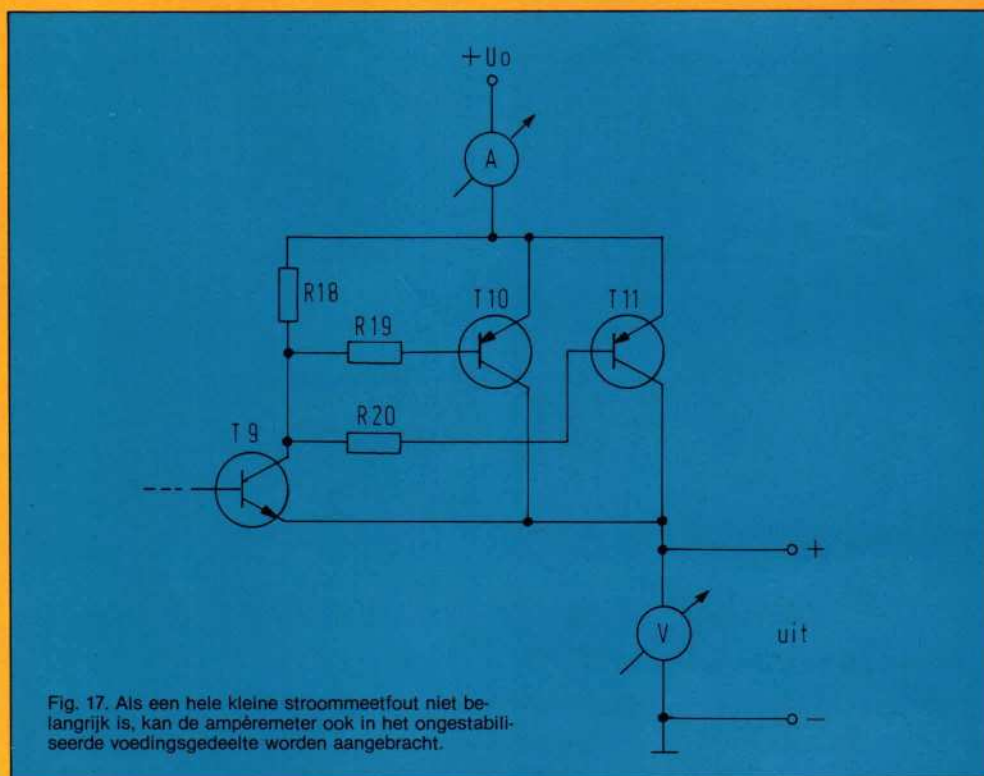

Fig. 17. Als een hele kleine stroommeetfout niet belangrijk is, kan de ampèremeter ook in het ongestabiliseerde voedingsgedeelte worden aangebracht.
In fig. 17 is de amperemeter (A) tussen de ongestabiliseerde spanning U_0 en R18/T10/T11 geplaatst. Voor deze koppeling met de amperemeter zal weerstand R18 aan